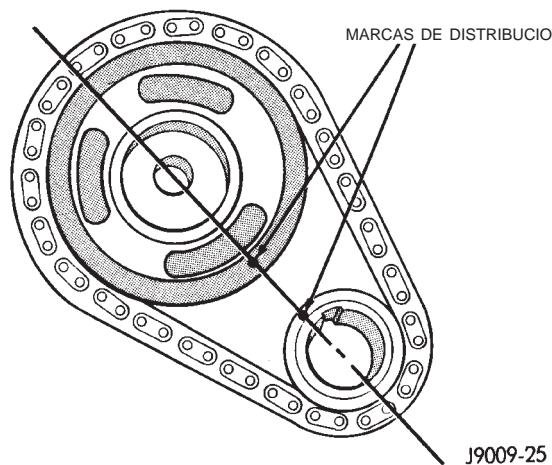
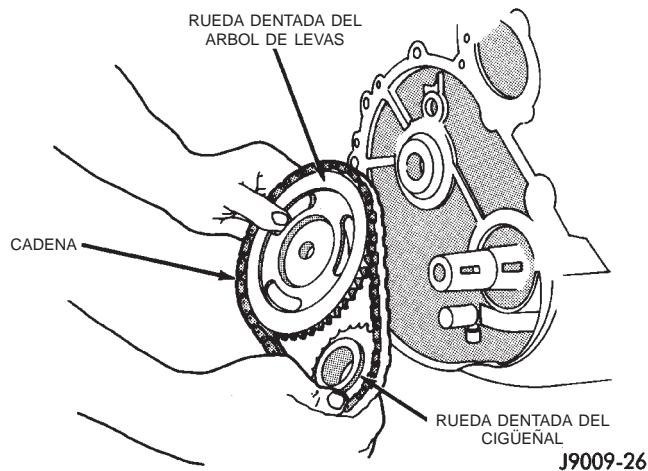
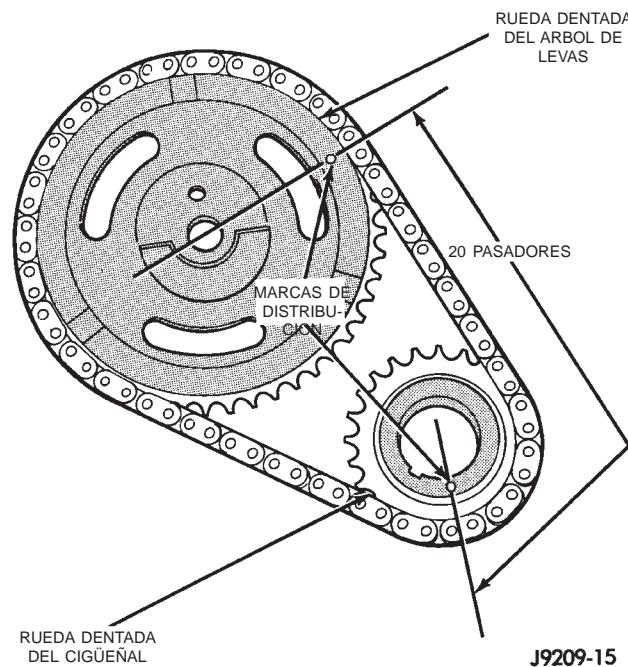

Fig. 43 Alineación de cigüeñal—árbol de levas
Fig. 44 Ruedas dentadas del árbol de levas y el cigüeñal y cadena
Fig. 46 Verificación de instalación de Ruedas dentadas—Cadena
(1) Desconecte el cable negativo de la batería.
(2) Retire el ventilador y la cubierta.
(3) Retire la correa de transmisión en serpentina.
(4) Retire el amortiguador de vibraciones del cigüeñal.
(5) Retire la tapa del cárter de la distribución.
(6) Gire el cigüeñal hasta que la marca de distribución 0 se sitúe en la línea central y se acerque a la marca de distribución de la rueda dentada del árbol de levas (Fig. 43).
(7) Retire el deflector de aceite del cigüeñal.
(8) Retire el perno de retén del árbol de levas y retire las ruedas dentadas y la cadena como un conjunto (Fig. 44).
(9) Para reemplazar el tensor de la cadena de distribución, debe retirarse el colector de aceite.
(3) Aplique sellante adhesivo de caucho siliconado Mopar a la ranura de chaveta del cigüeñal e inserte la chaveta. Con la chaveta insertada en la ranura del cigüeñal, instale las ruedas dentadas del cigüeñal y árbol de levas y la cadena de distribución. Asegúrese de que las marcas de distribución de las ruedas dentadas queden correctamente alineadas (Fig. 43).
(4) Instale el perno de retención y la arandela de la rueda dentada del árbol de levas. Apriete el perno con una torsión de 108 N·m (80 lbs. pie.).
(5) Para verificar la correcta instalación de la cadena de distribución, gire el cigüeñal a fin de posicionar la marca de la rueda dentada del árbol de levas, tal como se muestra en la (Fig. 46). Cuente la